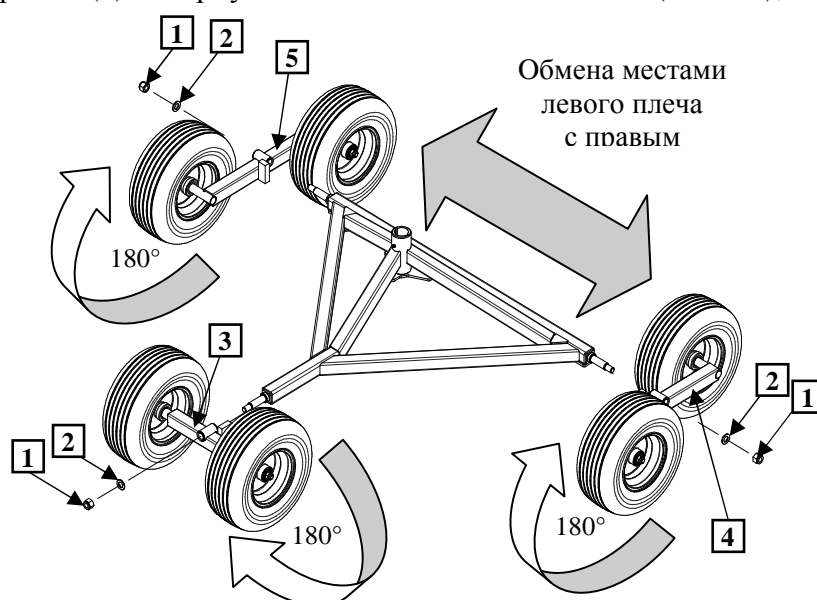

Рис. 16. Увеличение высоты сгребания при помощи ходовой тележки
- На торфяных лугах существует возможность увеличить расстояние между сгребаящими пальцами и землей за счет переустановки плечей колес ходовой тележки. Открутить гайку (1) и снять подкладку (2), плечо переднее (3) выдвинуть и повернуть о 180°. Плечи левые (4) правые (5) повернуть о 180° и заменить местами (Рис. 16),